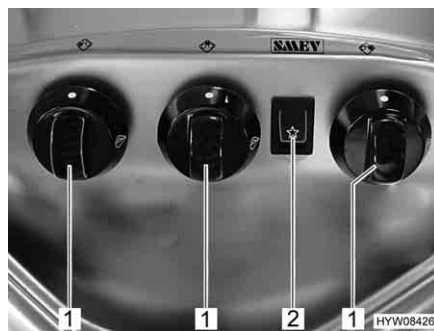

Fig. 94 Elementi di comando del fornello a gas
- Ruotare il pomello girevole (Fig. 94,1) dell'impianto a fiamma libera desiderato in posizione accesa (fiamma alta).
- Premere l'interruttore a bilico (Fig. 94,2). Sul bruciatore vengono prodotte scintille.